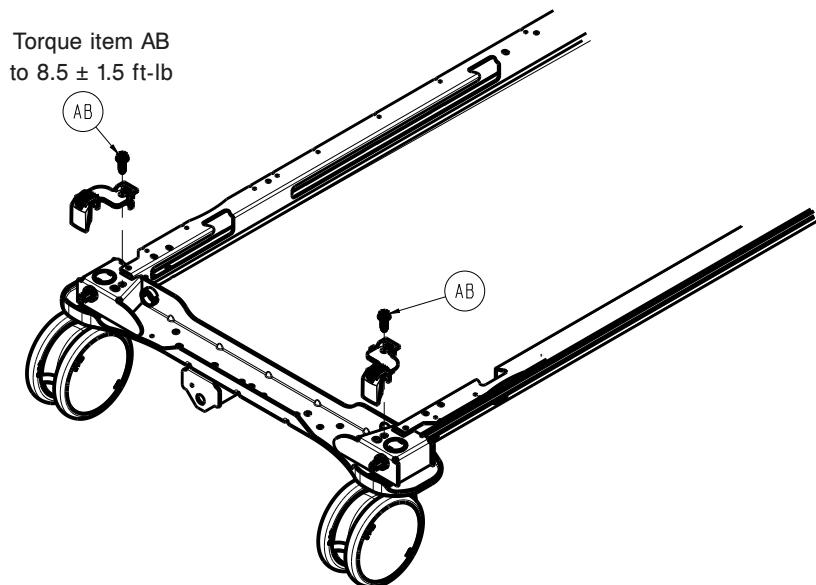

Figure 15 – Retrait de la roulette
7. À l'aide d'une clé à cliquet et d'une douille de 1/2 po, retirer le boulon (AB) et le dispositif de retenue de la tige de frein sur le côté de la roulette (qui doit être remplacée) du côté tête et du côté pieds de la tige de frein (au-dessus de la roulette) (Figure 15).
7. À l'aide d'une clé à cliquet et d'une douille de 1/2 po, retirer le boulon (AB) et le dispositif de retenue de la tige de frein sur le côté de la roulette du côté tête et du côté pieds de la tige de frein (au-dessus de la roulette) (Figure 15).